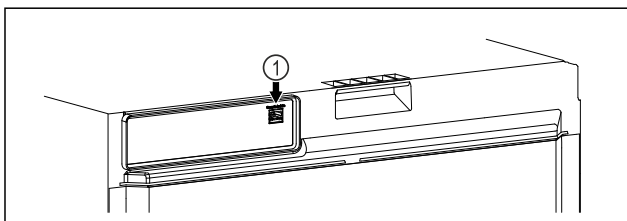

Fig. 110
- Je používán SmartModule Fig. 110 (1).